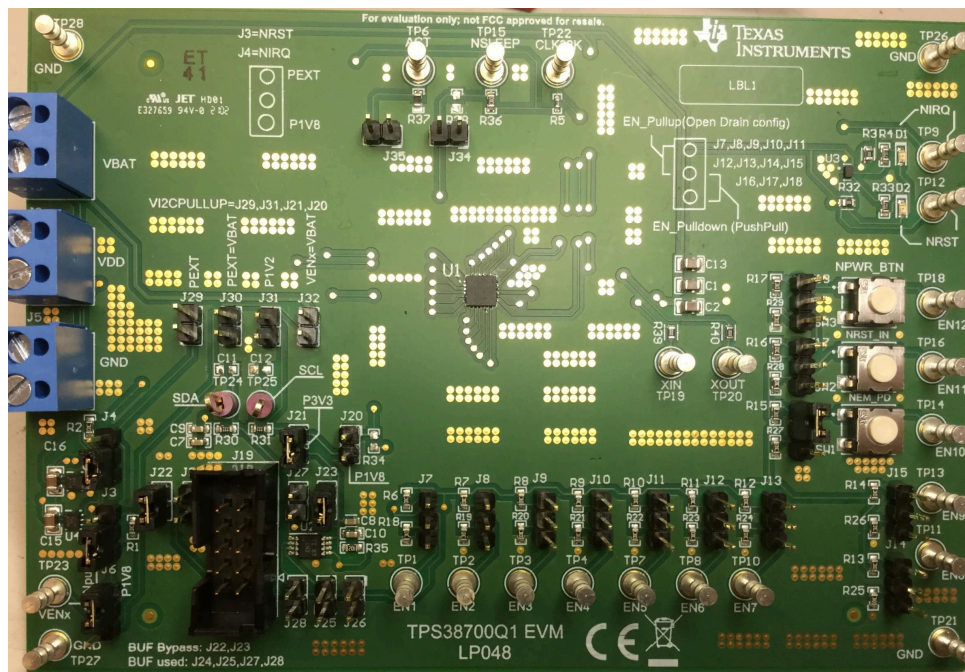

图 3-1. 跳线设置
表 3-2 列出了 TPS38700Q1EVM 上的跳线。EVM 将按顺序安装十六 (16) 个跳线。提供图 3-1 作为直观的辅助手段。